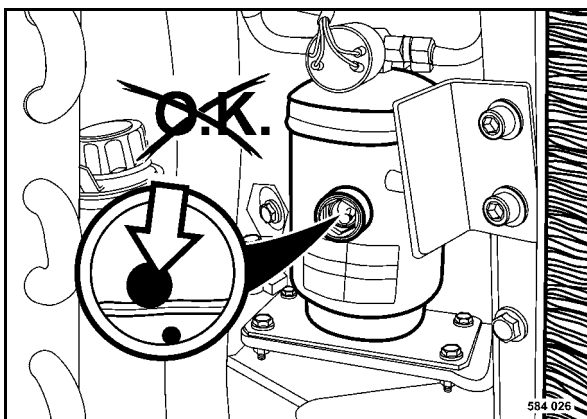

Fig. 121
- Si el flotador esférico blanco (Fig. 121) se encuentra abajo en el cristal de observación de la unidad secadora/colectora hay que informar el servicio posventa.